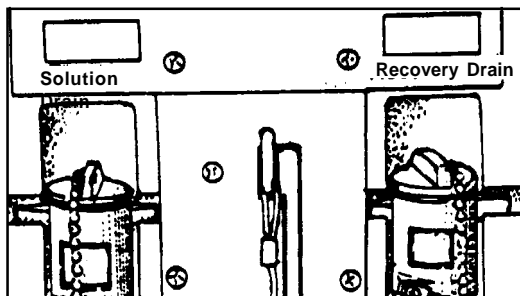

Fig. 27
7. Sørg for at afløbsslangerne fra væske- og opsamlingsbeholder er korrekt monteret bag på maskinen (se fig. 27). Eftercheck at bundventilerne sidder, som de skal.